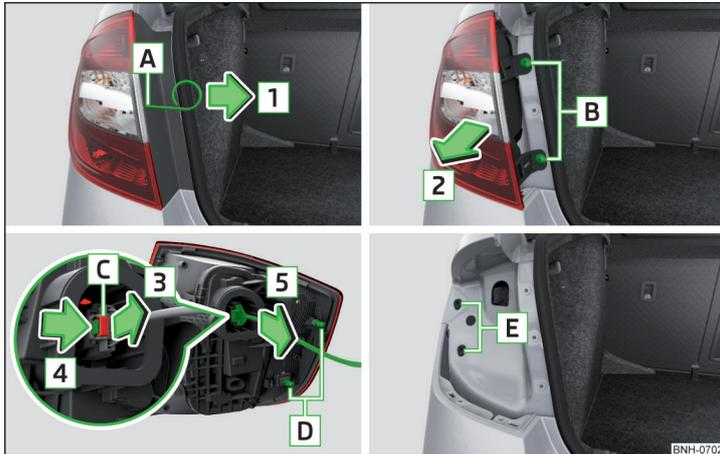

Fig. 271 Desmontar la lámpara / Quitar el conector
- Introducir en la apertura **A** » fig. 271 el estribo para retirar los tapacubos integrales.
- Introducir la lámpara con la espiga **D** en la toma **E** » fig. 271 en la carrocería.